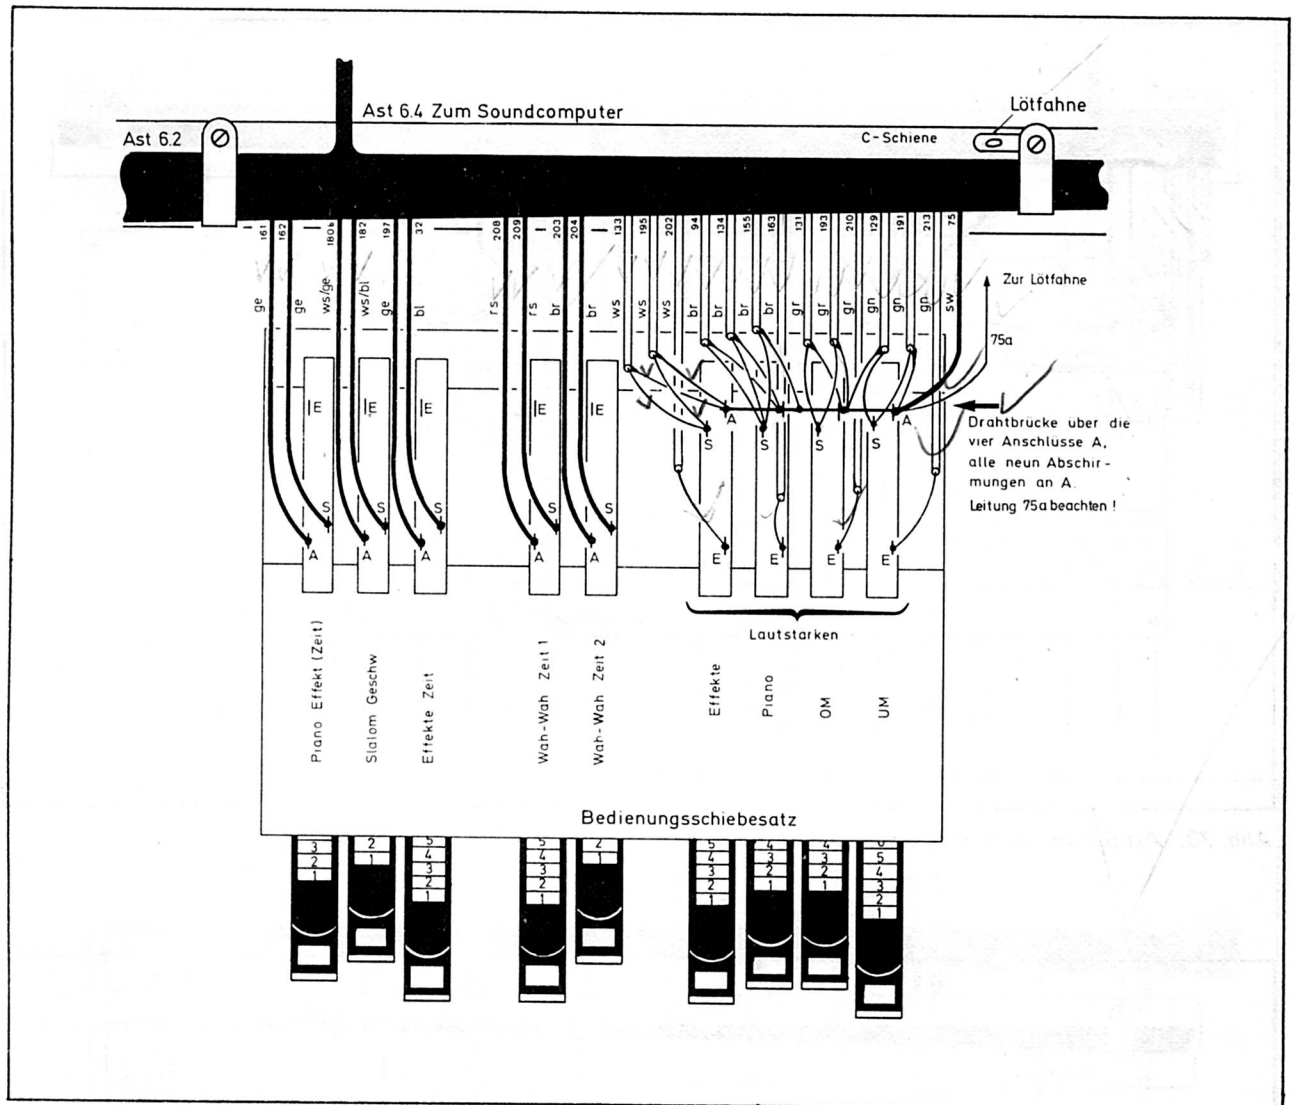
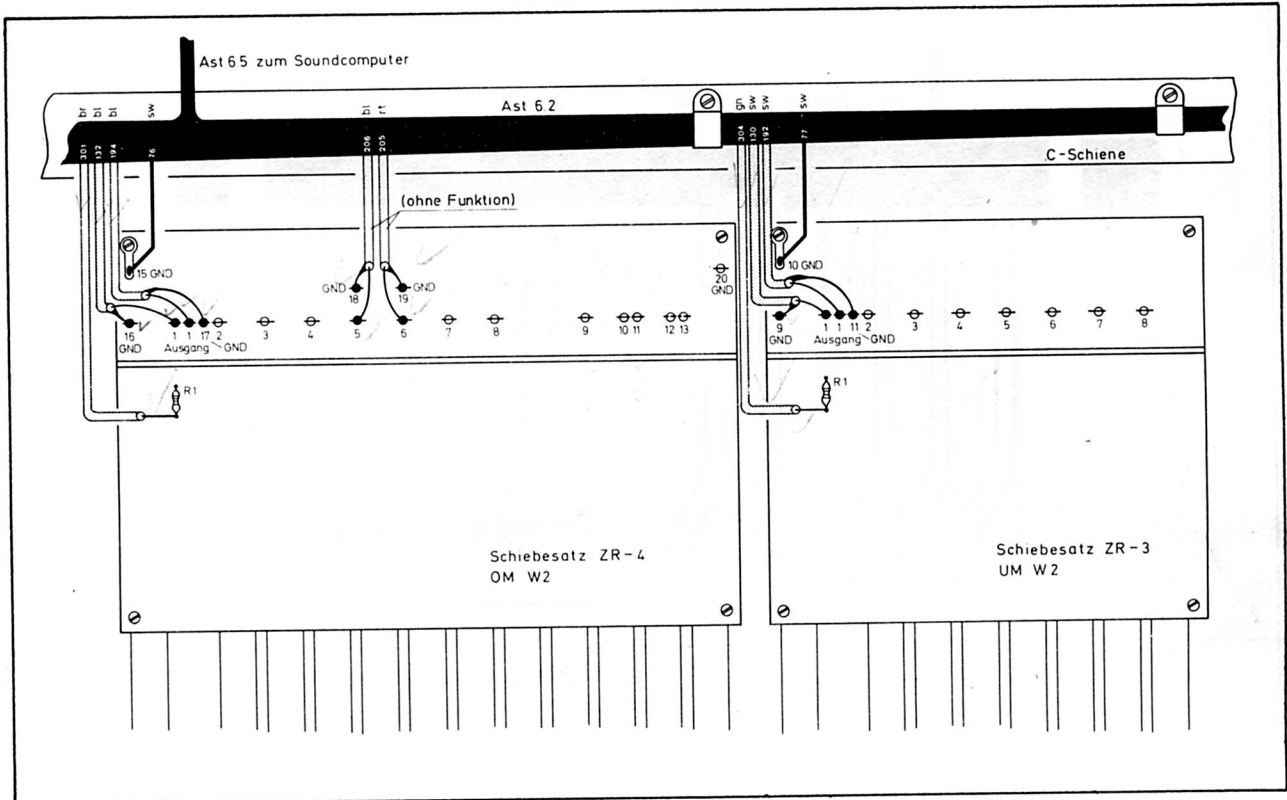

Abb. 72: Ast 6.2 am Bedienungsschiebesatz
Abb. 73: Ast 6.2 an den Schiebesätzen OM und UM
12. Den Ast 6.2 nach den Abb. 72 bis 74 an den Schiebesätzen anschließen. Die in Abb. 73 gezeichnete Anschlußweise der Leitungen 301 und 305 (Sinus-Patsch) weicht von der Bauanleitung Sinus-Patsch ab, hat jedoch den Vorteil, daß die Patsch-Intensität am Summenzugriegel geregelt werden kann. Der Patsch ist dann allerdings nicht mehr programmierbar, wenn gleichzeitig ein Zugriegel-Preset programmiert ist, vgl. BA Soundcomputer. – Die später zum Soundcomputer führenden Seitenäste 6.4 und 6.5 vorerst frei hängen lassen, Vorsicht die Drahtstücke (Abb. 64 und 65) führen - 15 Volt, sie dürfen nirgendwo Kontakt zu anderen Leitungen erhalten.